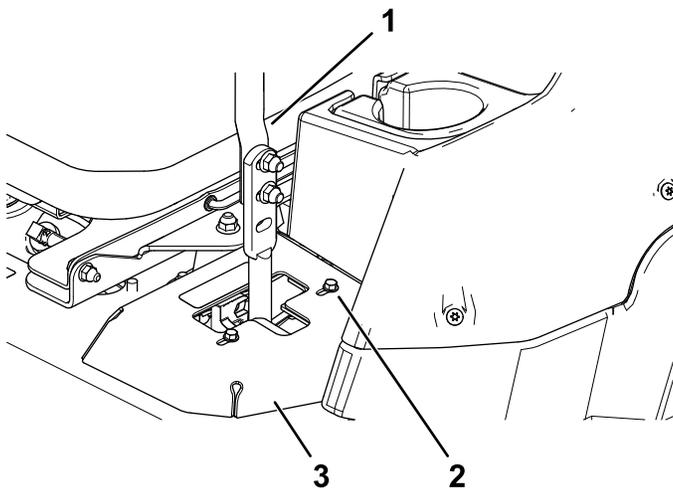

Рисунок 49
- Если ее уводит вправо, ослабьте болты и перемещайте левую упорную пластину назад в Т-образном пазу до тех пор, пока машина не будет двигаться прямолинейно (Рисунок 49).
- Если ее уводит влево, ослабьте болты и перемещайте правую упорную пластину назад в Т-образном пазу до тех пор, пока машина не будет двигаться прямолинейно (Рисунок 49).
6. Затяните упорную пластину (Рисунок 49).